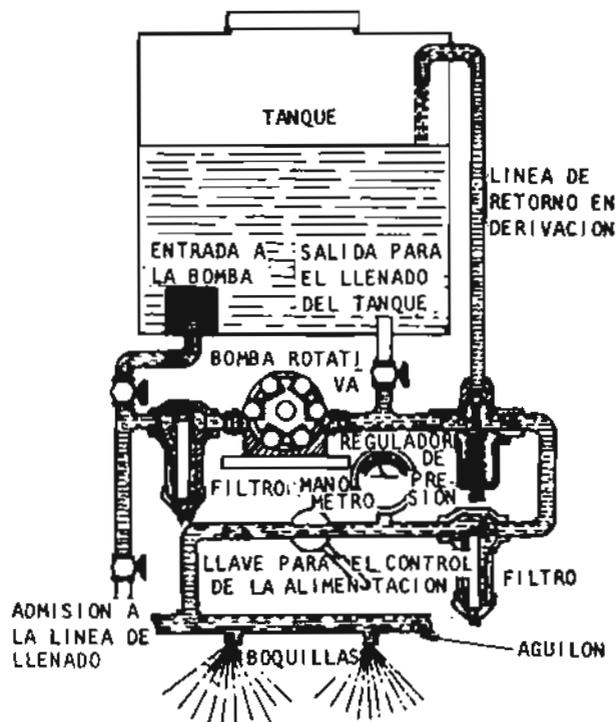

Fig. 10
*ASPERSORAS DE BAJO VOLUMEN (fig. 10)*